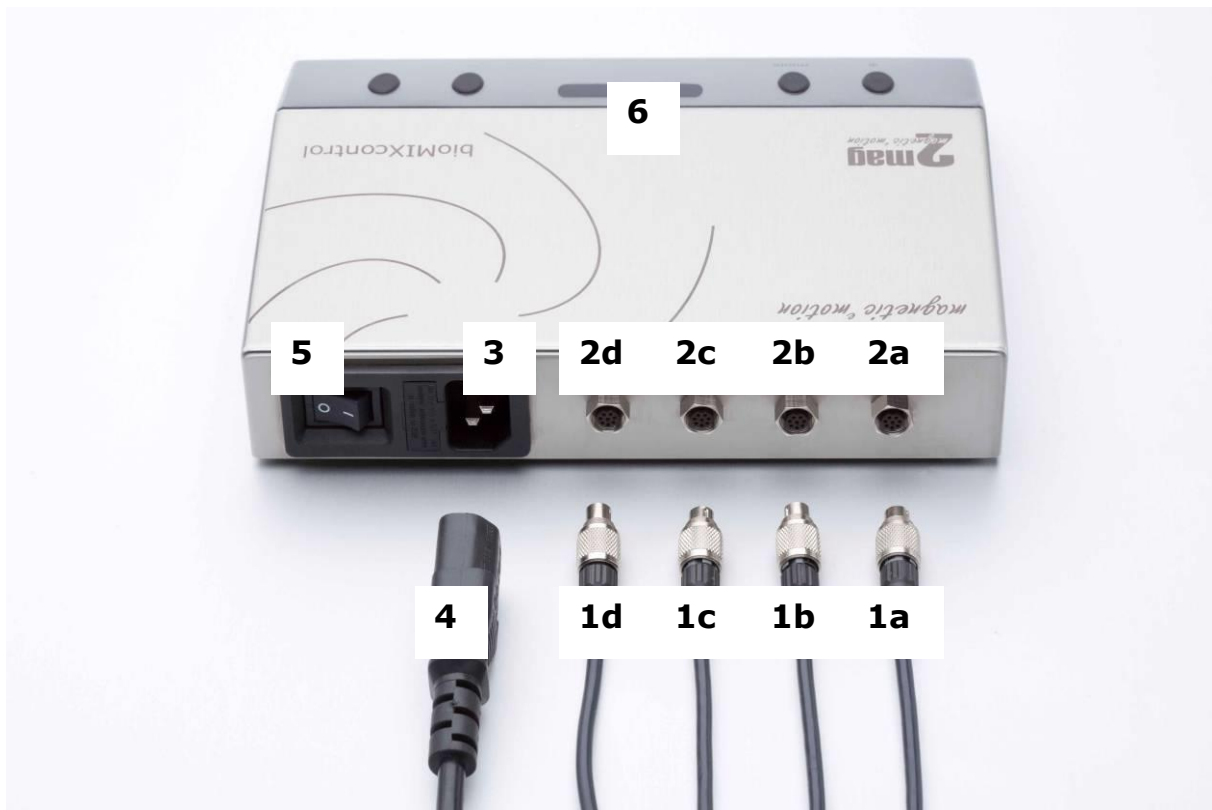

Fig. 2 : Installation, panneau arrière de l'unité de commande bioMIXcontrol 4MS
**Version (2) : Raccordement à bioMIXcontrol 4MS (voir aussi figure 2)**
- **Arrêter l'unité de commande bioMIXcontrol 4MS en basculant le commutateur d'alimentation (5) AVANT de manipuler les câbles de raccordement et de débrancher le câble d'alimentation (4).**
- Raccordez le cordon secteur (4) fourni à l'entrée d'alimentation (3) du panneau arrière puis branchez-le à une prise secteur.